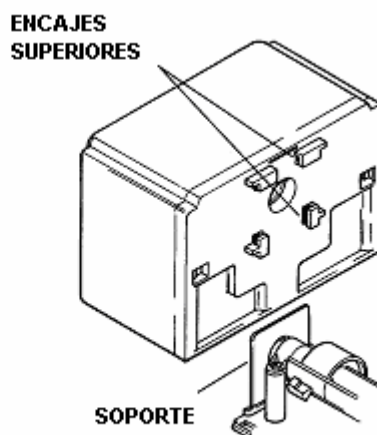

FIGURA 4.4.
- Colocar el controlador en su posición, tal y como aparece en Figura 4.4.